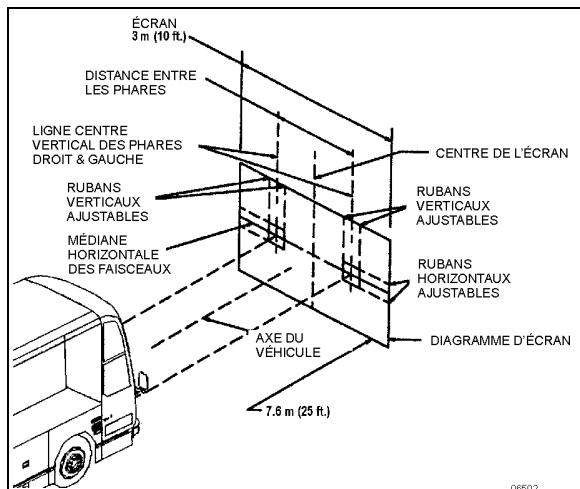

FIGURE 49 : ALIGNEMENT DE L'ÉCRAN DE RÉGLAGE DES PHARES
On peut réaliser l'orientation sans ouvrir le phare. L'orientation horizontale et verticale de chaque module est effectuée par deux vis de réglage qui font pivoter le module dans le logement du phare pour un alignement correct (Figure 49). Il n'y a pas de réglage de mise au point, car le module est réglé à l'usine.
- Retirer la vis de fixation du phare, puis abaisser le phare (Figure 49).
2. Retirer la vis de fixation du phare, puis abaisser le phare (Figure 49).